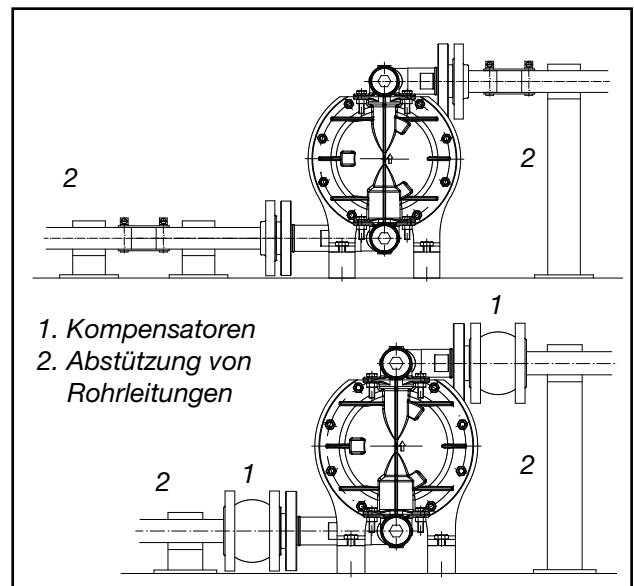

Abb. 3: Aufstellvorschlag für Membranpumpe
**flexiblen, form- und druckstabilen Schlauch oder einen (Abb. 3) Kompensator anzubringen. Er vermeidet die Übertragung von Pulsationsstößen in die Pumpe.**